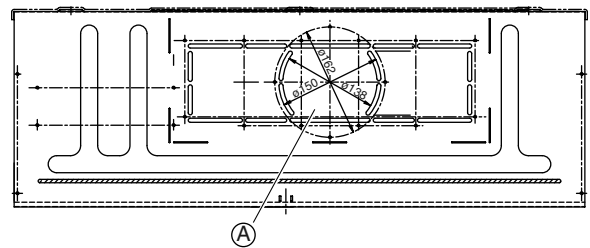

Abb. 3-22
- (5) Wenn für die Anlage eine Frischluftversorgung in die Einheit erforderlich ist, die Isolierung (sowohl extern als auch intern) an der (A) in Abb. 3-22 gezeigten Stelle abschneiden und entfernen.